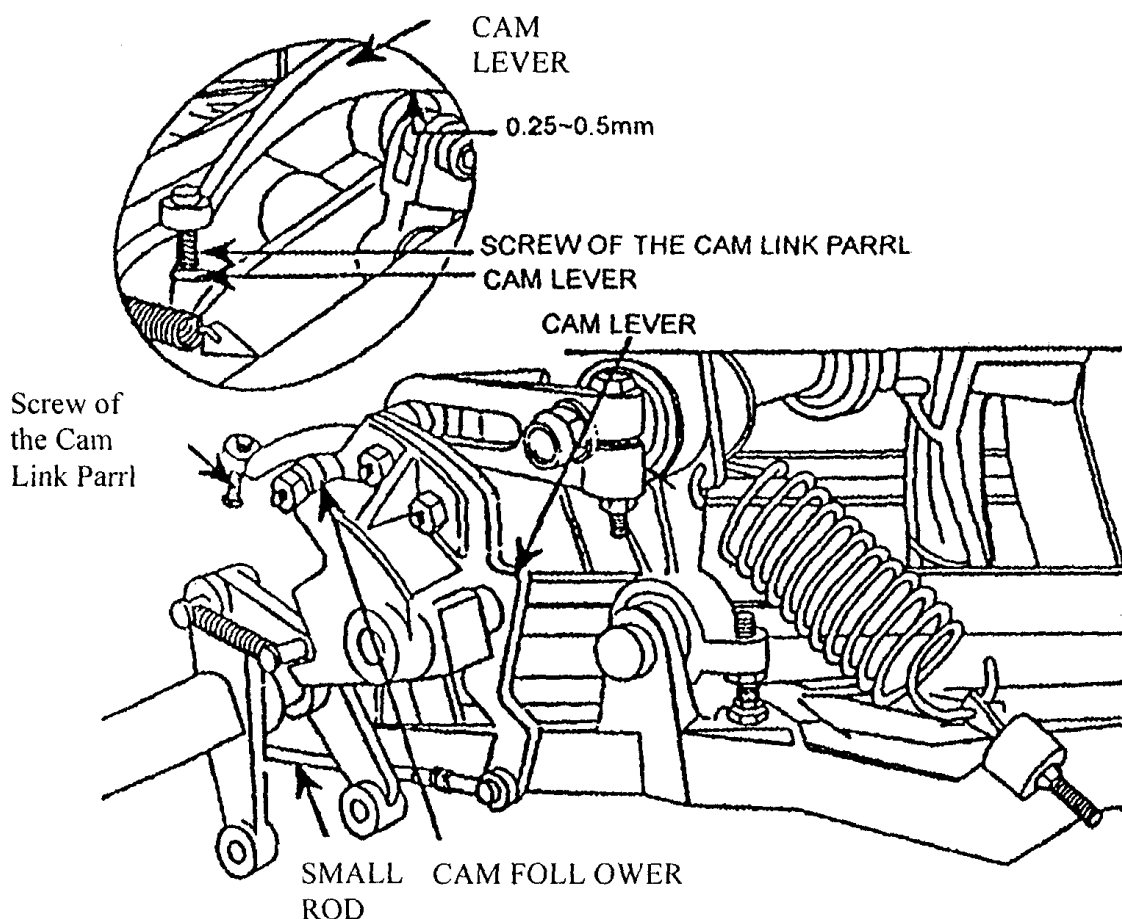

Рисунок 22
Поднимите рычаг кулачка для того, чтобы наладить и скорректировать величину ячеек захвата кеглей (рис.22). Для того, чтобы проверить, нужна ли дальнейшая регулировка ячеек, после завершения наладки откройте и закройте каждую ячейку один раз.
4. Аккуратно установите рольганг (стол) в положение расстановки кеглей, замерьте поверхностный зазор между толкателем рычага и поверхностью соединения рычага (рис.22). Если толкатель кулачка вращается очень туго, перестаньте опускать рольганг (стол), сократите длину малой приводной штанги, а также проследите за тем, чтобы малая приводная штанга была в наклонном положении во время опускания рольганга (стола).
5. Отрегулируйте малую приводную штангу так, чтобы зазор между толкателем кулачка и соединением кулачка составлял 0,25 - 0,5 мм. Во время замера данного зазора установите соединение кулачка в самое верхнее положение (рис. 22 верхняя часть).